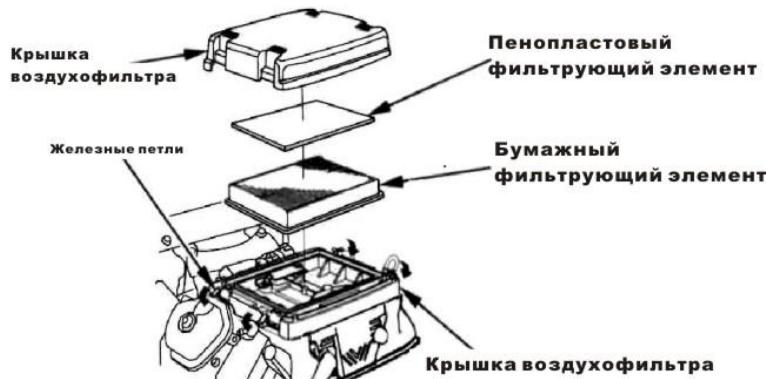

Рис. 22
1. Ослабьте четыре железных петли, снимите крышку воздухофильтра (Рис. 22), внимательно проверьте, не повреждены ли два фильтрующих элемента, если они повреждены, замените из на новые.